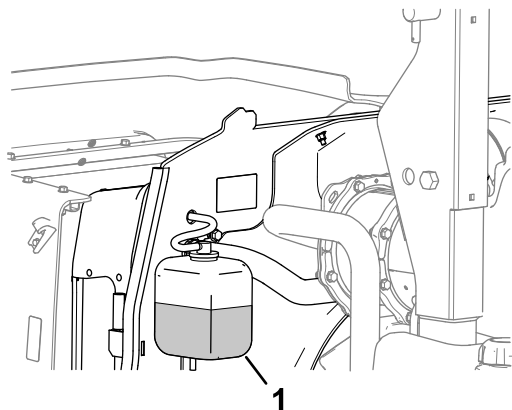

Figura 62
1. Controllate il livello di refrigerante nel serbatoio di espansione (Figura 62).